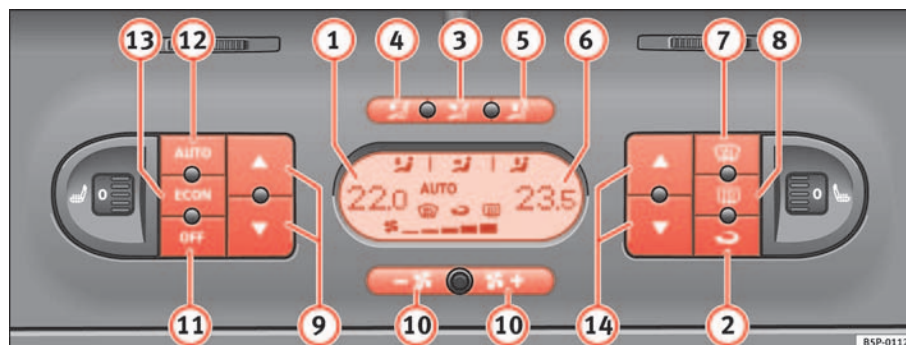

Fig. 125 Mandos del 2C-Climatronic en el tablero de instrumentos
- Pulse las teclas de regulación de temperatura ⇒ página 157, fig. 125 ⑨ ó ⑭ para ajustar la temperatura del lado izquierdo y derecho respectivamente.
- Pulse la tecla  ⇒ **página 157, fig. 125.** Aparece “AUTO” en el display.